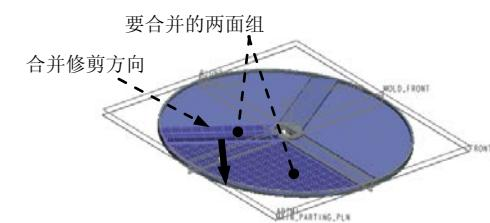

图 5.22 定义合并方向
- (1) 按住 Ctrl 键, 选取图 5.22 所示的两个面组为合并对象。
- (2) 单击 **分型面** 操控板中 **编辑** \downarrow 区域的 **合并** 按钮, 此时系统弹出“合并”操控板。
- (3) 定义合并修剪的方向, 调整合并方向, 如图 5.22 所示。
(4) 在“合并”操控板中单击 \checkmark 按钮。